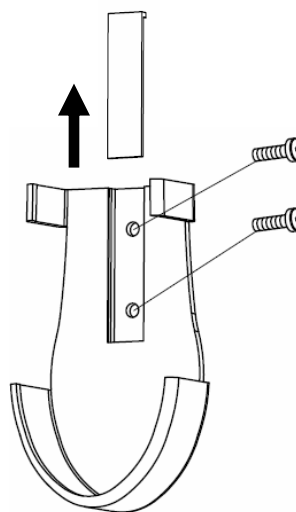

Fig. 15a
2. Rimuovere la copertura delle viti e installare il supporto alla parete usando le 2 viti, quindi reinstallare la copertura delle viti (Fig. 15a).